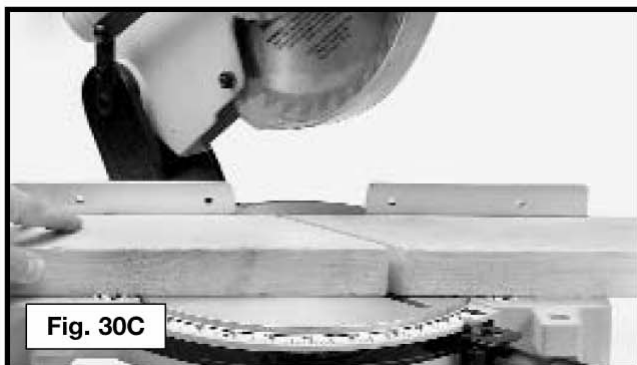

Fig. 30C
2. Um padrão 2 x 6 pode ser cortado em uma posição de corte reta de 90° de uma só vez (Fig. 30B) ou em ângulos de esquadria direito e esquerdo de 45° (Fig. 30C).